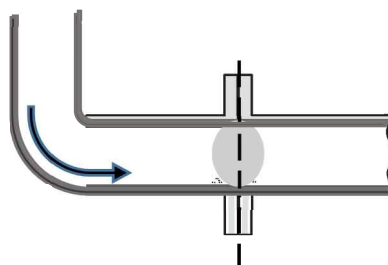

Figure 9. 설치방향 2.
- . 배관의 Elbow와 Tee 구간에 설치할 경우, 배관의 수직 방향으로 밸브를 설치해 줍니다. (Figure 9. 참조)